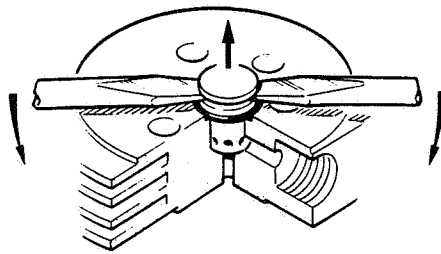

Bild 13: Ausbau des Druckventils der 4. Stufe
- Zwei Schraubendreher in die Rille im Druckventil stecken und das Druckventil 5 mit O-Ring 4 herausheben. Bild 13.